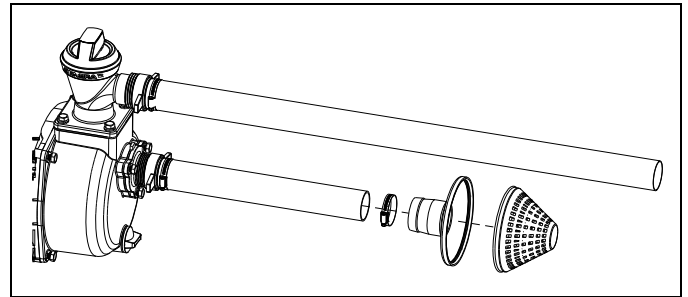

Figure 4-8. Fixation du filtre
4. Fixez le filtre au tuyau d'aspiration en insérant dans ce dernier l'extrémité du raccord cannelé, puis en installant un collier de serrage. Fixez ensuite l'extrémité du filtre (Figure 4-8).